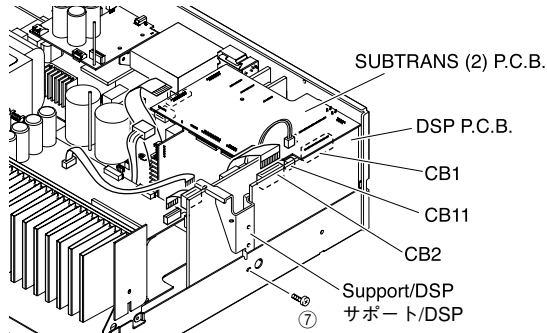

Fig. 2
- a. Remove 1 screw (⑦). (Fig. 2)
- c. Remove CB2 and CB11. (Fig. 2)
- d. Lift up the SUBTRANS (2) P.C.B. and remove the CB1. (Fig. 2)
- e. Remove the DSP P.C.B. with the Support/DSP. (Fig. 2)
- a. ⑦のネジ1本を外します。(Fig. 2)
- c. CB2、CB11を外します。(Fig. 2)
- d. SUBTRANS(2)P.C.B.を上部に浮かせCB1を外します。(Fig. 2)
- e. DSP P.C.B.をサポート/DSPと共に取り外します。(Fig. 2)